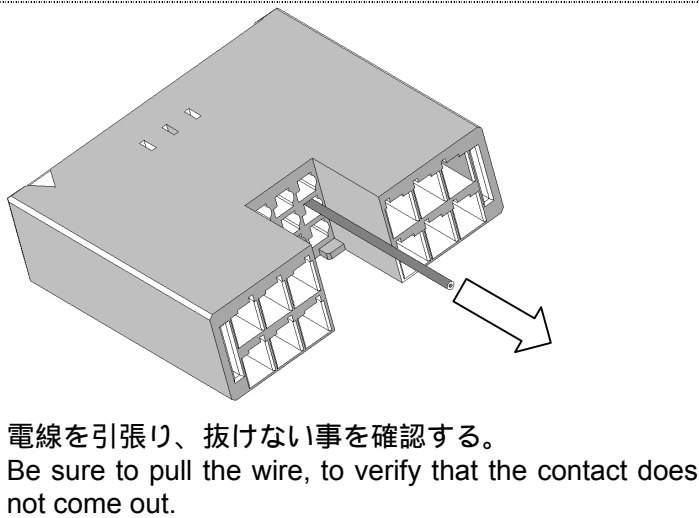
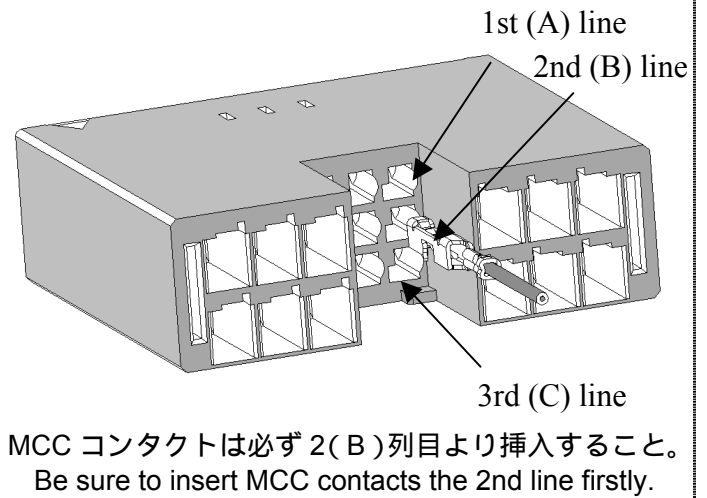
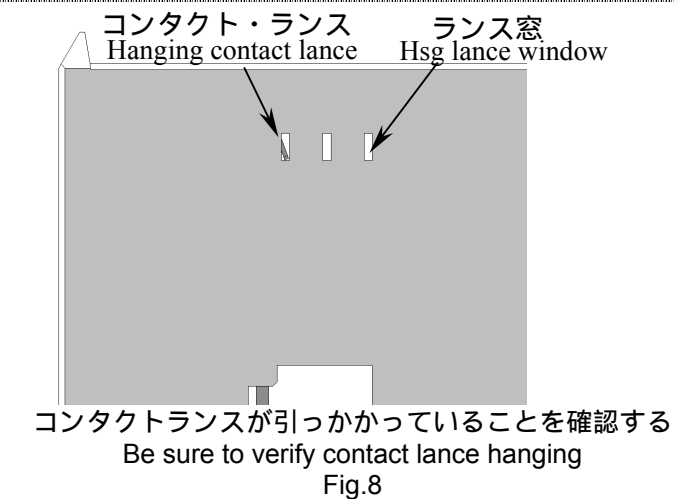

Fig.6
Fig.7
Fig.8
<p>6. コネクタの組立</p> <p>6.1 コンタクト装着 : MCC コンタクト</p> <p>(1) MCCコンタクトはFig.5のように方向性を間違えないようハウジングに挿入し、ランスがかかったこと(クリック感)を必ず確認すること。</p> <p>(2) MCCコンタクト挿入後は必ず電線を引張り、コンタクトが抜けないことを確認すること。 (規格値 : 引張強度 : 19.6N MIN) (Fig.6)</p> <p>(3) MCCコンタクトの装着は、ハウジングの2列目(B列)より行い(Fig.7)、コンタクト装着後は必ずハウジングのランス窓にコンタクトランスが引かかっている事を確認すること。(Fig.8)</p> <p>(4) 2列目(B列)にコンタクト装着後は1列目(A列)または3列目(C列)にコンタクトを装着する。装着後は同様にハウジングのランス窓にコンタクトランスが引かかっている事を確認する。(Fig.9)</p> <p>(5) コンタクト装着不良品やコンタクトランス変形品はコネクタ組立時に再使用しない。</p>	<p>6. Cable Assembly</p> <p>6.1 Insertion of MCC contact</p> <p>(1) Be sure to insert MCC contact into the core hole of Rec. housing in correct directivity as shown in Fig.5, the lance being applied to verify with click.</p> <p>(2) After MCC contact insertion, be sure to pull the crimped wire, to verify that the contact does not come out. (See Fig.6) Spec. Contact retention force: 19.6N MIN</p> <p>(3) In the first, MCC contact must be inserted to the 2nd line (B line) of the housing. (see Fig.7) After MCC contact insertion, be sure to verify that the contact lance hanging is applied to the lance window of Rec. housing. (See Fig.8)</p> <p>(4) After insertion of MCC contacts into the 2nd line, be inserted MCC contacts to the other line as same as 2nd line, and be sure to verify the contact lance hanging. (See Fig.9)</p> <p>(5) Never re-use contacts which deformed contact lance by wrong insetion and handling.</p>
- (4) MCCコンタクトのコンタクト・ランスのかかり。(Fig.8)
- (4) Hanging contact lance in Rec. housing. (See Fig.8)